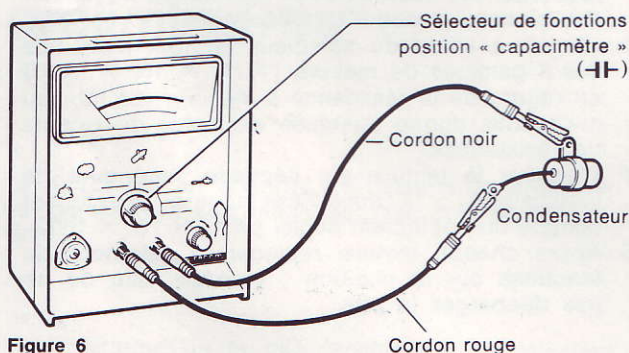

Figure 6
2. Brancher l'appareil X 525 comme indiqué sur la figure 6.